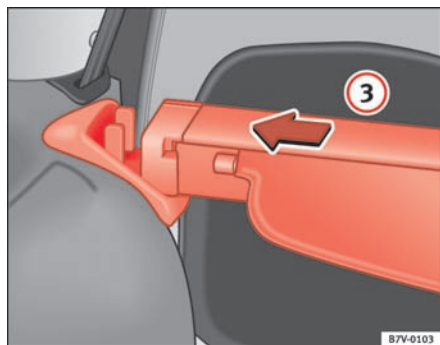

Fig. 115 Bagagerum:
- Tryk bagagerumsafdækningen i pilens retning ⇒ fig. 115 ③ og helt ind i holderen i venstre side.